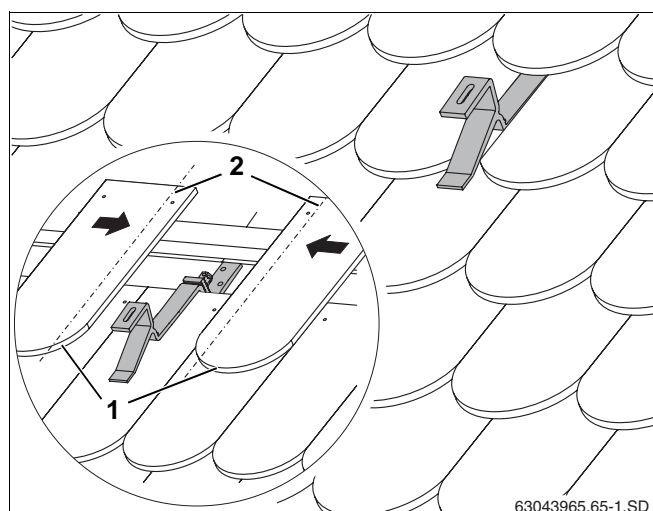

Bild 20 Takhake täckt av takplatta
- ▶ Skär till det intilliggande bäversvansteglet (bild 20, **pos. 1**) (streckad linje, Bild 20, **pos. 2**).